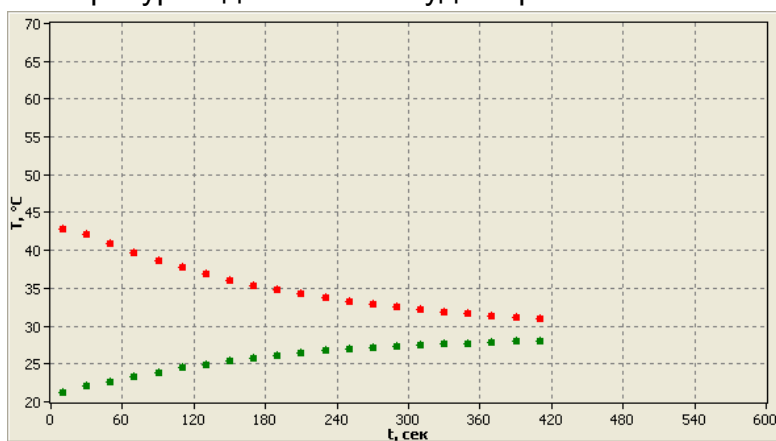

Рис.4
3. Ведите регистрацию показаний датчиков, не прекращая помешивания в течение 6-7 минут (разница температур жидкостей в сосудах приближается к $1-2^\circ\text{C}$) (рис.4).